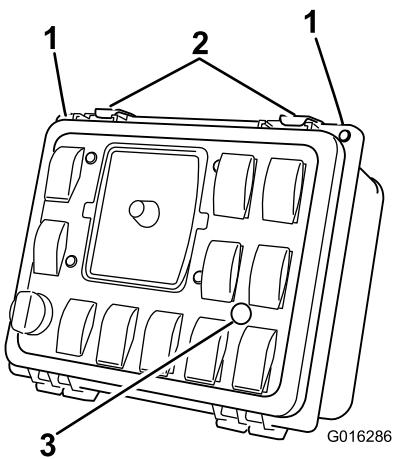

Bild 20
2. Bohren Sie ein Loch mit einem Durchmesser von 1,27 cm, um die Anzeigelampe im Armaturenbrett aufzunehmen (Bild 20).
- 8. Befestigen Sie die Frontabdeckung des Armaturenbretts mit den vorher entfernten Befestigungen am Steuerkasten (Bild 20).